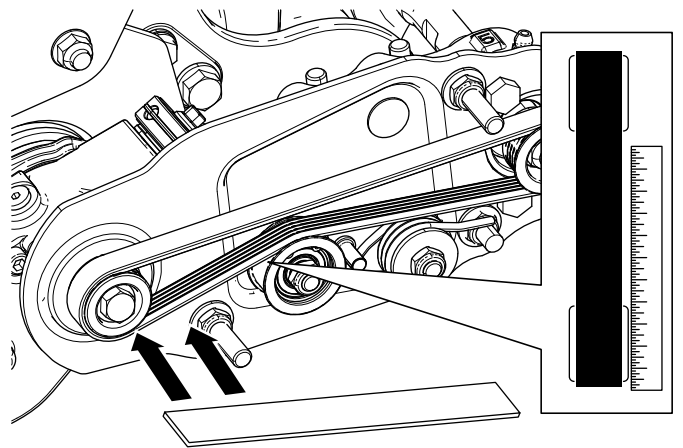

Bild 21
1. Legen Sie ein Lineal entlang der Außenseite der Antriebsscheibe (Bild 21).